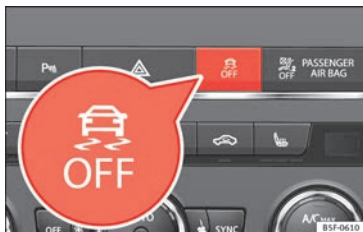

Abb. 190 Mittelkonsole: Taste zum Ein-/Aus-schalten von ESC und ASR
- Taste  »» **Abb. 190** etwa 1 Sekunde lang drücken, um ASR abzuschalten.
- Die Taste  » **Abb. 190** länger als 3 Sekunden drücken, und die elektronische Stabilitätskontrolle (ESC) wird einschließlich ASR ausgeschaltet.
- Die Funktion ASR und die elektronische Stabilitätskontrolle ESC werden durch Drücken der Taste  » **Abb. 190** wieder eingeschaltet.